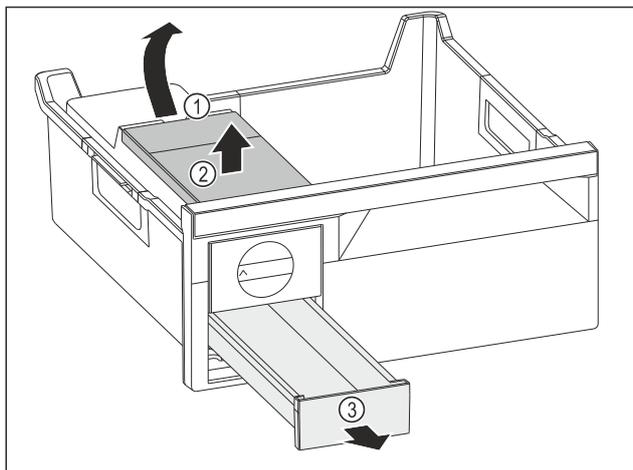

Fig. 77
- ▶ Изваждане на резервоара за вода: Повдигнете резервоара за вода при прорежа Fig. 77 (1).
- ▶ Извадете резервоара за вода Fig. 77 (2) нагоре.
- ▶ Извадете чекмеджето за ледени кубчета Fig. 77 (3) напред.